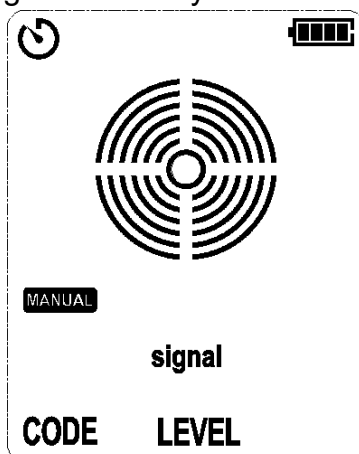

Figura 6.2.1b Modo Manual
1. Encienda el receptor y luego entra en modo MANUAL (sensibilidad de recepción predeterminada: 6), como se muestra en la Figura 6.2.1b.